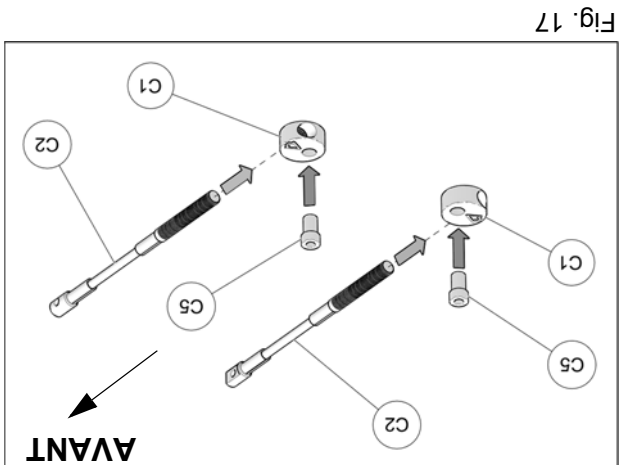

Fig. 17
10. Assembler les câbles des limiteurs de conduite (C2), les extrémités en aluminium (C1) et les bagues espaceurs (C5) tel que montré à la Fig. 17